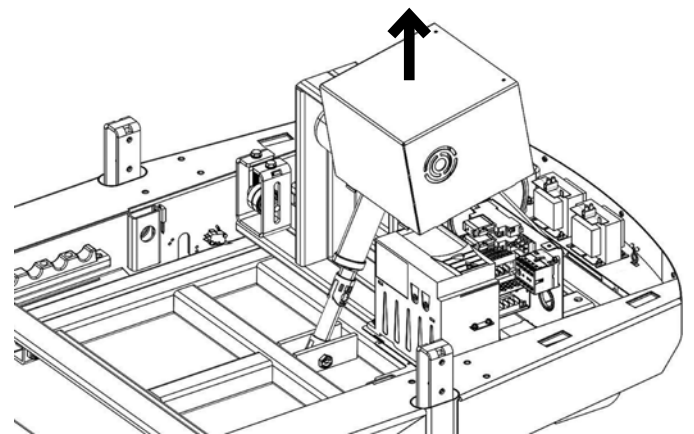

Fig: 4
6. Dra ut och ta bort bakre valsen, se *fig: 4*